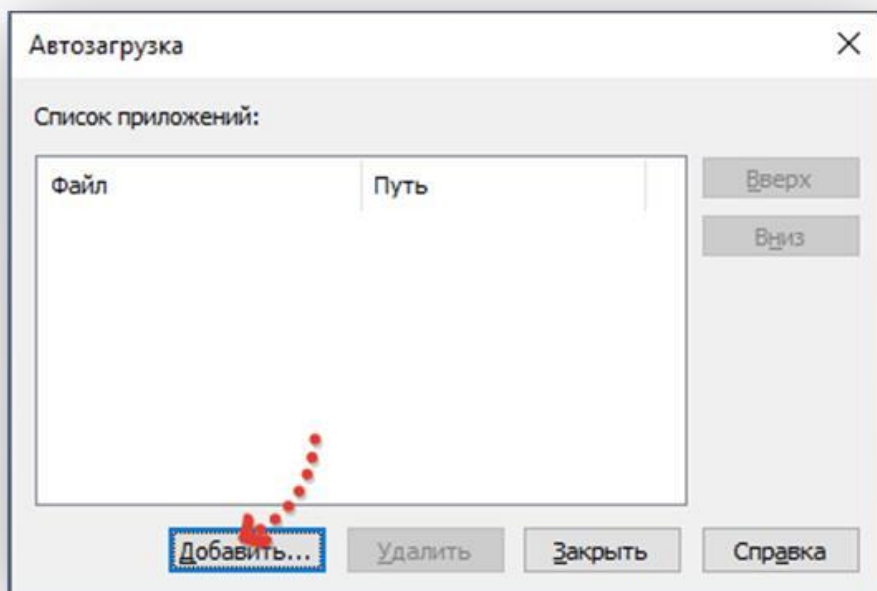

Рис.3.5. Добавление файла автозагрузки «**ПРОФИЛЬ**»
3.5. Через кнопку «Добавить» в окне (рис. 3.5.) выберите файл загрузки